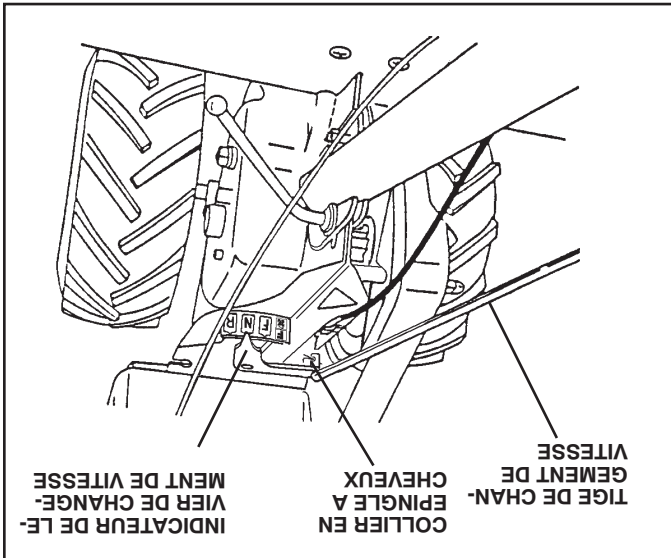

Fig. 7
## RACCORDER LA TIGE DE CHANGEMENT DE VITESSE (Voir la Fig. 7)
- Assurez-vous que l'indicateur de levier de changement de vitesse est en position point mort ("N") (Voir la Fig. 7).